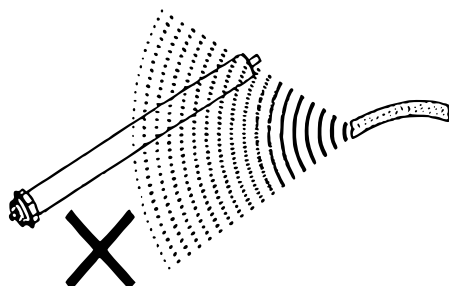

Fig. 1
- Non pulire il motore con acqua e non esporlo ad alta umidità (fig. 1).